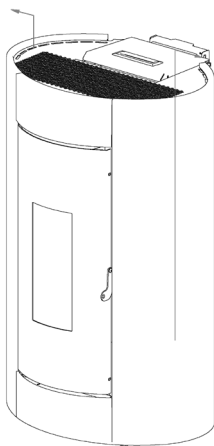

Fig. 59 - Extracción de los laterales
- Desenganche las paredes laterales de abajo hacia arriba (ver **Fig. 59**).